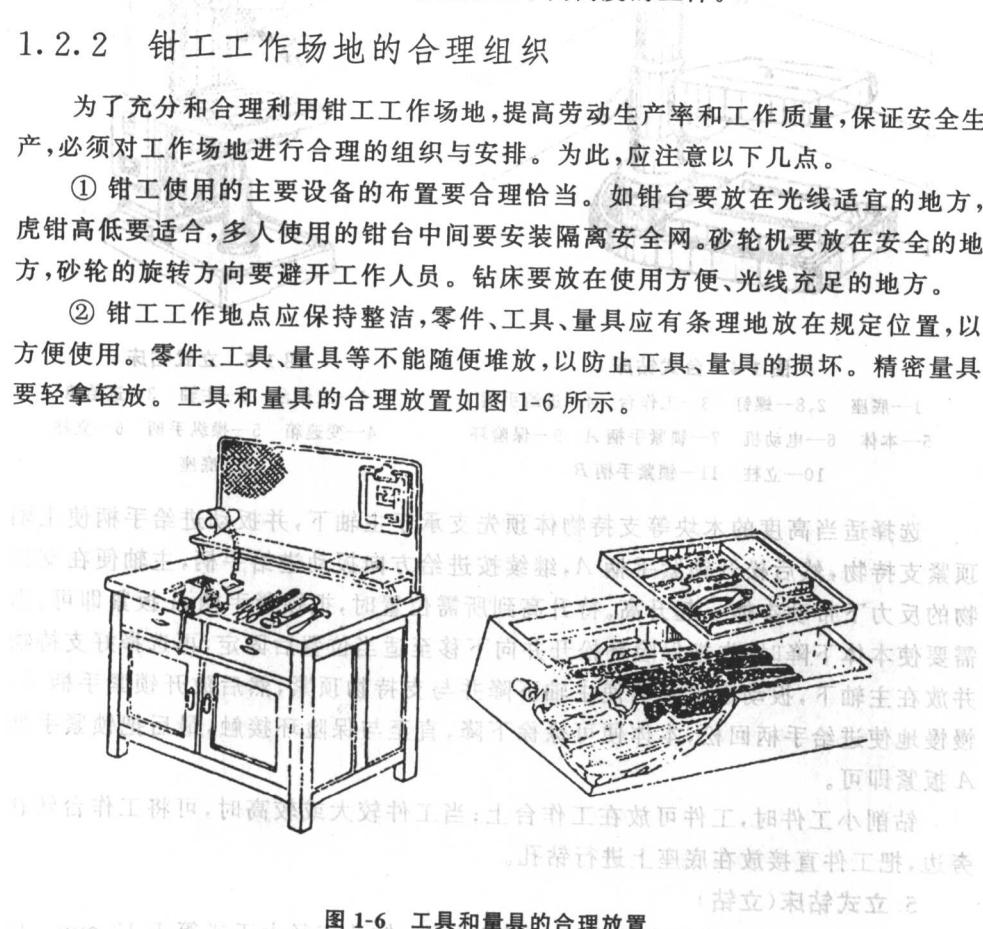

图 1-6 工具和量具的合理放置
① 钳工使用的主要设备的布置要合理恰当。如钳台要放在光线适宜的地方，虎钳高低要适合，多人使用的钳台中间要安装隔离安全网。砂轮机要放在安全的地方，砂轮的旋转方向要避开工作人员。钻床要放在使用方便、光线充足的地方。
② 钳工工作地点应保持整洁,零件、工具、量具应有条理地放在规定位置,以方便使用。零件、工具、量具等不能随便堆放,以防止工具、量具的损坏。精密量具要轻拿轻放。工具和量具的合理放置如图 1-6 所示。